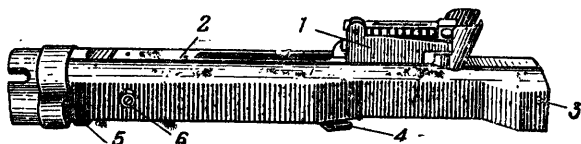

Рис. 7. Ствольная коробка:
9. Ствольная коробка (рис. 7) служит для помещения затворной рамы с затвором. Она имеет: внутри — продольные пазы для движения затворной рамы и затвора; в передней части — гнездо с секторными вырезами для соединения со стволом; в средней части — бое-